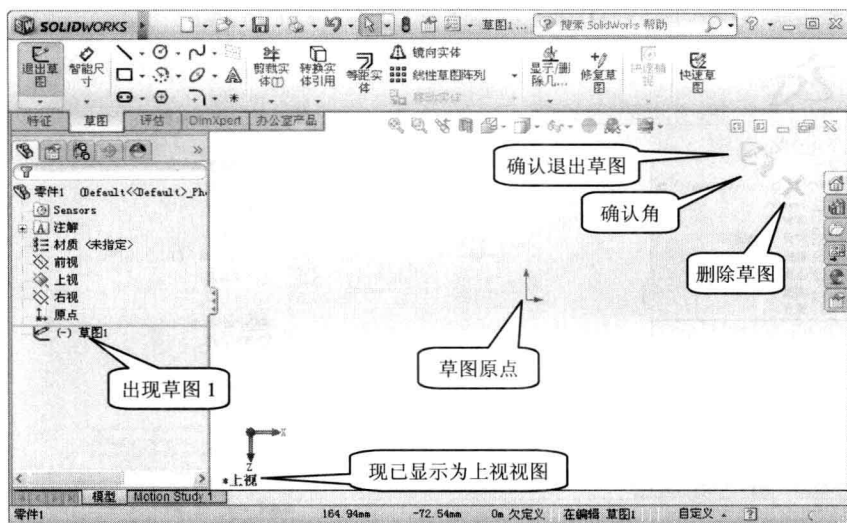

图 1-9 系统进入“草图 1”绘制状态
(2) 移动光标到“上视基准面”线上单击，显示发生更改，上视基准面对准用户，同时在控制区回退控制棒下面出现“草图 1”，如图 1-9 所示。
(3) 单击“草图绘制”工具栏上的“边角矩形”按钮 ，将指针移到草图原点处。当指针变为  时，表示指针正位于原点上。
(4) 单击原点  处（确定矩形的第一个角点），然后移动指针到另一角点（注意：当移动指针时，指针显示了该矩形的尺寸），再次单击即完成矩形绘制。